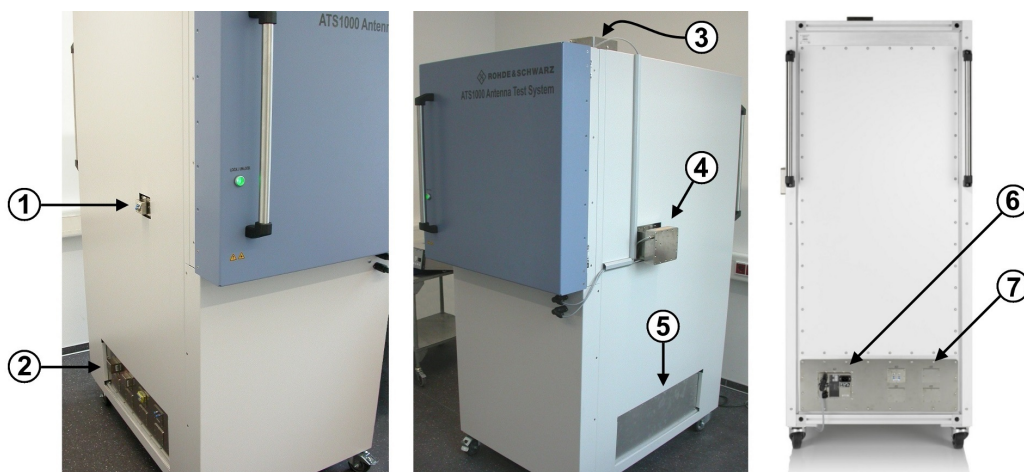

Figure 4-3 : Vues de gauche, de droite et arrière de la R&S ATS1000
Le bouton [Laser] (4) active et désactive les lasers d'alignement sur le dispositif sous test dans la chambre; voir Chapitre 4.2, "Lasers d'alignement du dispositif sous test", à la page 25. Le bouton se trouve à côté des connecteurs des câbles d'alimentation (5) pour les deux boîtiers laser; voir Figure 4-3.
Du côté droit de la chambre, il y a un boîtier externe (noté 4 dans la section Figure 4-3). Ce boîtier avec l'intitulé [A311] contient le laser d'alignement horizontal. A noter que l'ouverture du laser dans la paroi de la chambre ne peut pas être utilisée pour le montage d'une traversée.
Seuls Rohde & Schwarz personnel de service sont autorisés à ouvrir le panneau de service (noté 5 à la section Figure 4-3). Si l'option climatique R&S ATS-TEMP pour le test du dispositif à des températures extrêmes est installé dans la chambre, ses flux d'alimentation et d'échappement d'air chaud / froid sont raccordés au panneau de service droit (5).
Seul un **utilisateur expert** est autorisé à retirer, monter ou ouvrir les boîtiers laser (notés 3 et 4 Figure 4-3), et à aligner les lasers en fonction des axes du positionneur.